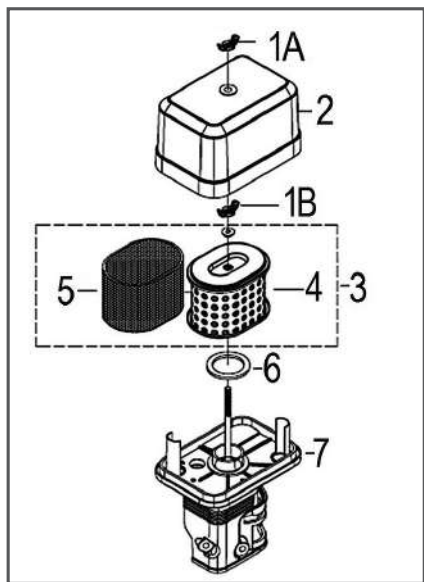

Рис. 14 Обслуживание воздушного фильтра
1. Открутите барашковую гайку 1А и снимите крышку 2 воздушного фильтра (Рис. 14).
2. Открутите барашковую гайку 1В и извлеките из корпуса воздушный фильтр 3 в сборе (Рис. 14).
3. Проверьте целостность и чистоту фильтрующих элементов. Поролоновый (предварительный) фильтрующий элемент 5 установлен на корпусе бумажного фильтрующего элемента 4 (Рис. 14).
6. Произведите очистку корпуса 7 и крышки 2 воздушного фильтра (Рис. 14).
7. Перед установкой воздушного фильтра убедитесь, что уплотнительное кольцо 6 воздушного фильтра находится на месте и не имеет поврежденный (Рис. 14).